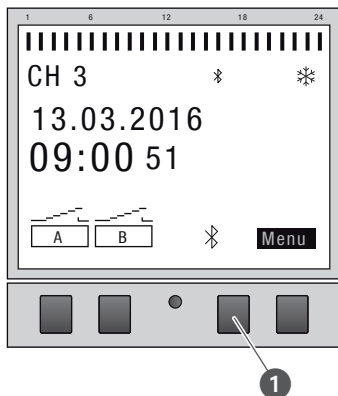

Fig. 22: Établissement de la connexion Bluetooth à l'extension de canal
6. Appuyez sur la touche Bluetooth (Fig. 22/①) de l'extension de canal.